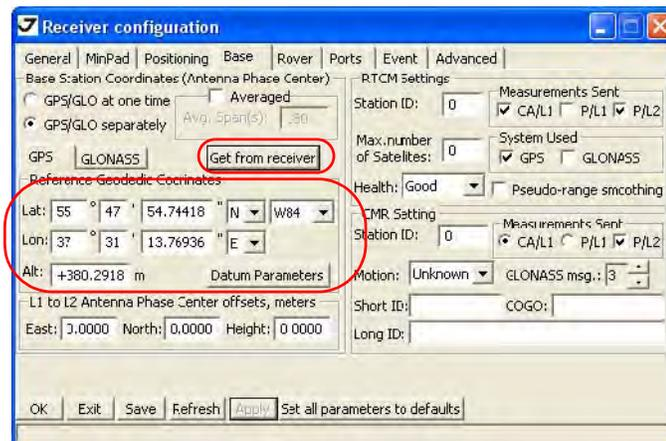

Рисунок 3-5. Закладка Base
11. В закладке *Base* нажмите кнопку *Get from receiver*. Появятся координаты в соответствующих полях. Нажмите *Apply* (Рис. 3-5).
- В закладке *Base* нажмите кнопку *Get from receiver*. Появятся координаты в соответствующих полях. Нажмите *Apply* (Рис. 3-5).